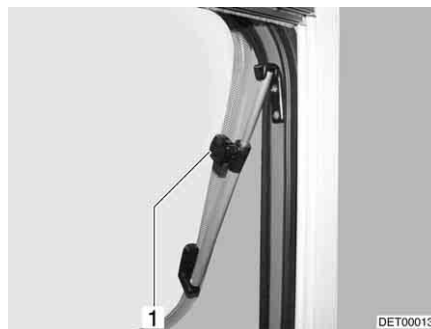

Bild 8 Ausstellfenster mit Dreh-Ausstellern, geöffnet
- Ausstellfenster bis zur gewünschten Stellung öffnen und mit Rändelknopf (Bild 8,1) feststellen.
- Rändelknopf (Bild 8,1) drehen, bis Arretierung freigegeben wird.